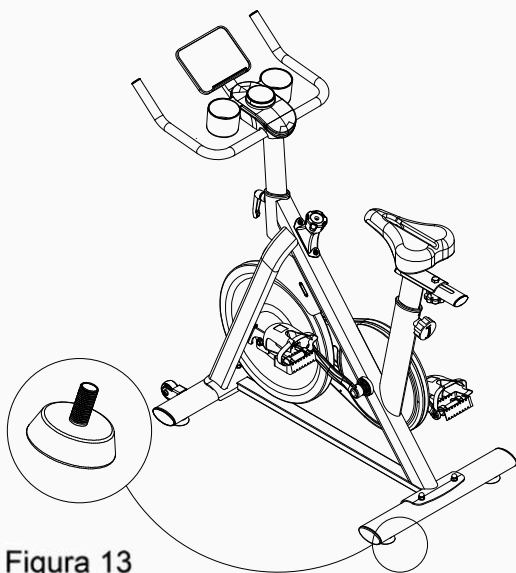

Figura 13
13. Una volta completato il montaggio, regolare i piedini di livellamento a mano con una leggera rotazione se l'attrezzatura è instabile; fare riferimento alla Figura 13.